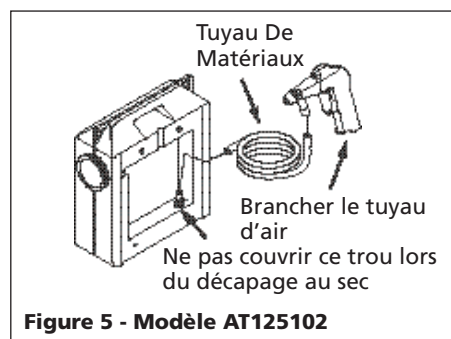

Figure 5 - Modèle AT125102
1. Brancher le tuyau flexible de matériaux au raccord. Brancher l'autre sens du tuyau de matériaux au pistolet (Voir Figure 5). Ne jamais utiliser des colliers de serrage pour fixer le tuyau.